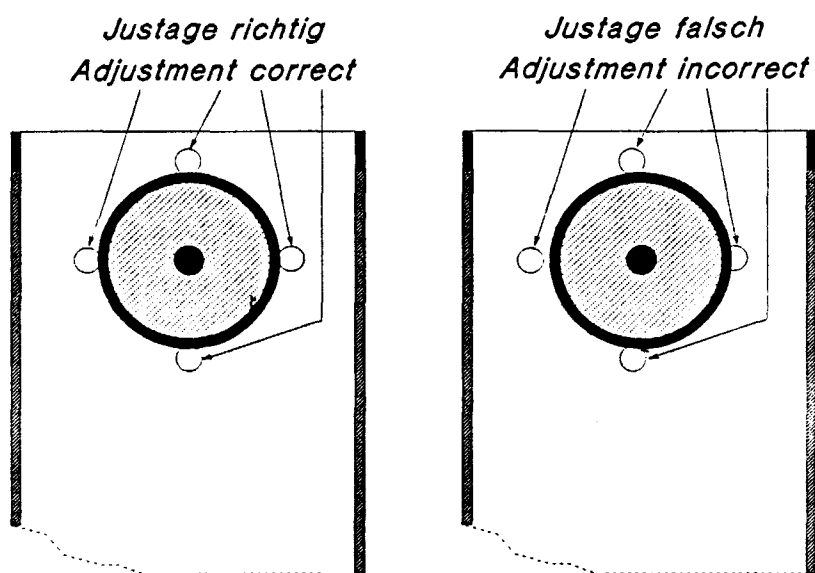

Fig. 2
- Kontrollieren, ob der magnetische Puck sich zentrisch zwischen den vier Bohrungen befindet (Fig.2), falls nicht:
- Check that magnetic pressure disc is in the centre of the 4 adjustment holes (fig.2):
- contrôler si le disque de pression magnétique est bien centré par rapport aux 4 trous de réglage (fig.2). Si cela n'est pas le cas: